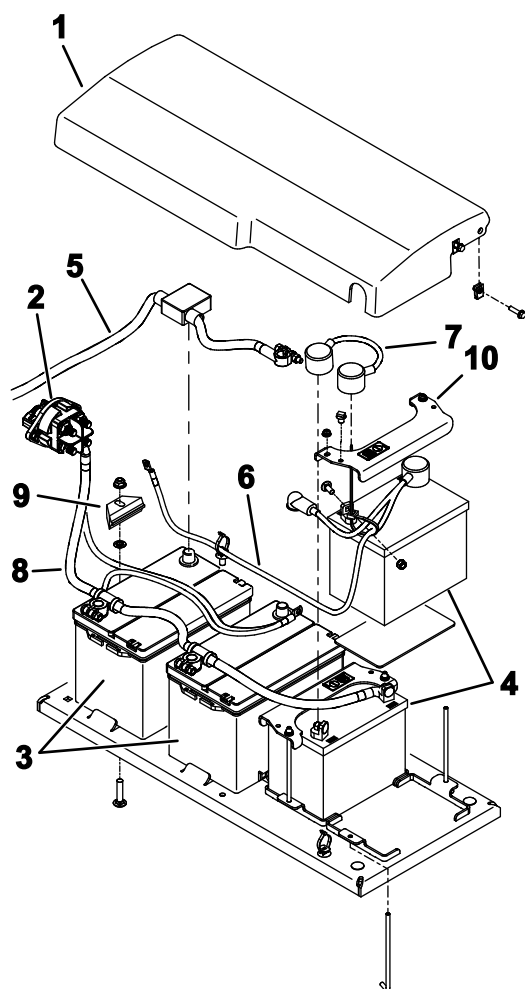

Figure 82
6. Retirez les fixations qui maintiennent le couvercle de la batterie sur la machine et déposez le couvercle (Figure 82).
9. Déposez avec précaution les batteries de la machine (Figure 82).
1. Fixez les batteries avec les dispositifs de retenue (Figure 82).